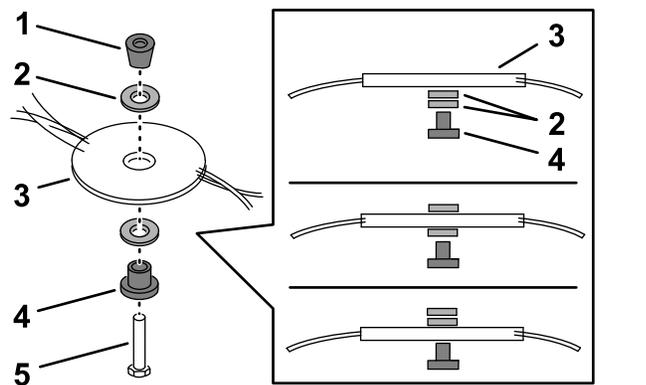

図 29
5. マシンに付属のレンチで刈り込みディスクのボルトを左に回し外す **図 29**。ボルト類は捨てないこと。